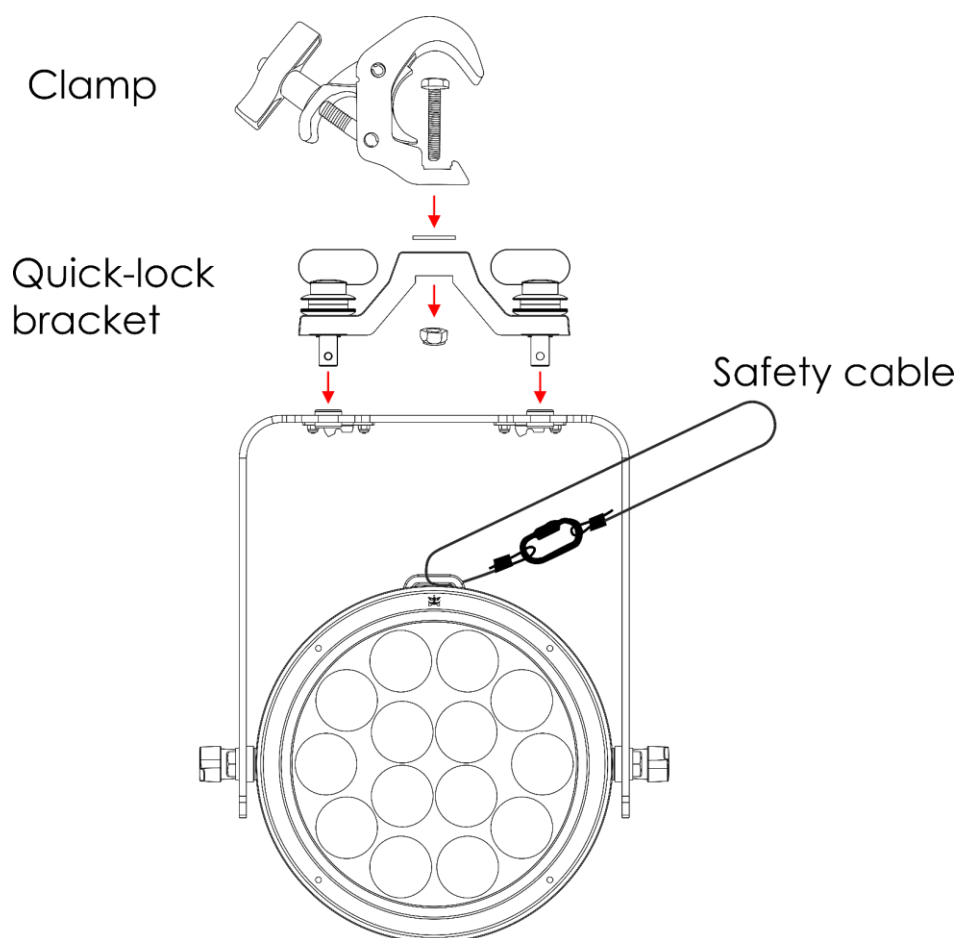

Fig. 05
- 01) Fissare la staffa a blocco rapido (Fig. 05).
- 02) Installare il morsetto, come mostrato nella Fig. 05. Verificare che il morsetto sia adatto al fissaggio dell'apparecchio a un traliccio.
- 04) Fissare il dispositivo con una sospensione secondaria, ad esempio un cavo di sicurezza. Accertarsi che la sospensione secondaria sia in grado di sostenere 10 volte il peso del dispositivo. Ove possibile, la sospensione secondaria dovrebbe essere fissata a una struttura di supporto indipendente dalla sospensione primaria. Far passare il cavo di sicurezza nell'**occhiello di sicurezza (04)**, come indicato nella Fig. 05.